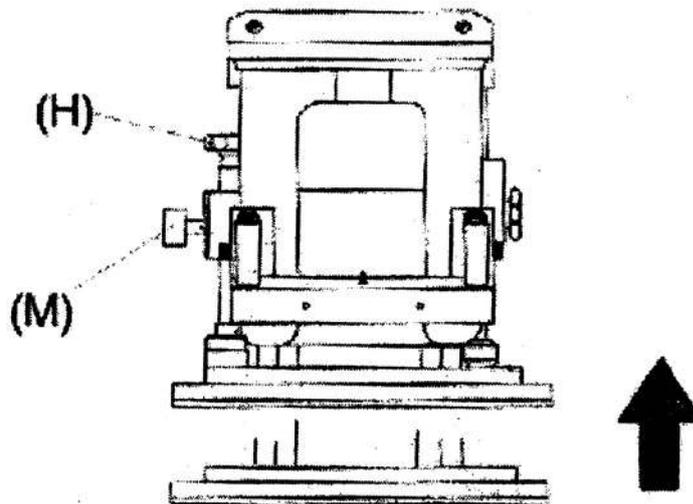

Рис.17
g) Зафиксируйте регулировочную штангу ограничения хода вверх (H) (рис. 17).